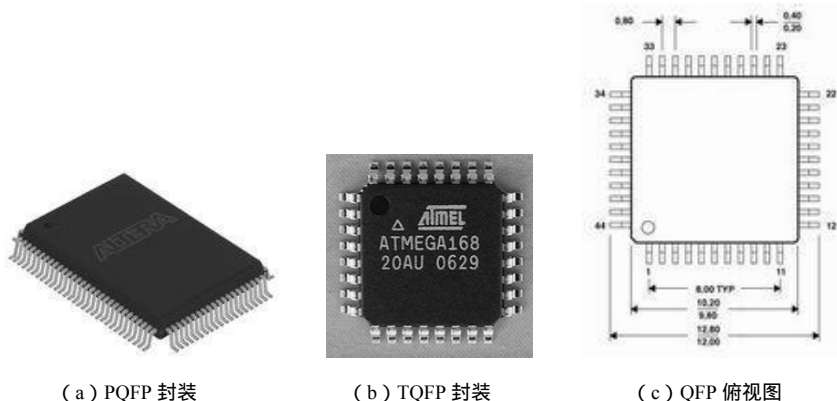

图 3.7.45 QFP 封装
(8) QFP 封装: 小型方块平面封装, 又分为 PQFP 封装和 TQFP 封装。这两种封装在引脚数量相同的时候也是不能代替使用的, 因为 PQFP 是超薄密脚, TQFP 是密脚, 脚位都不相同, 不能互相代替, 如图 3.7.45 所示。